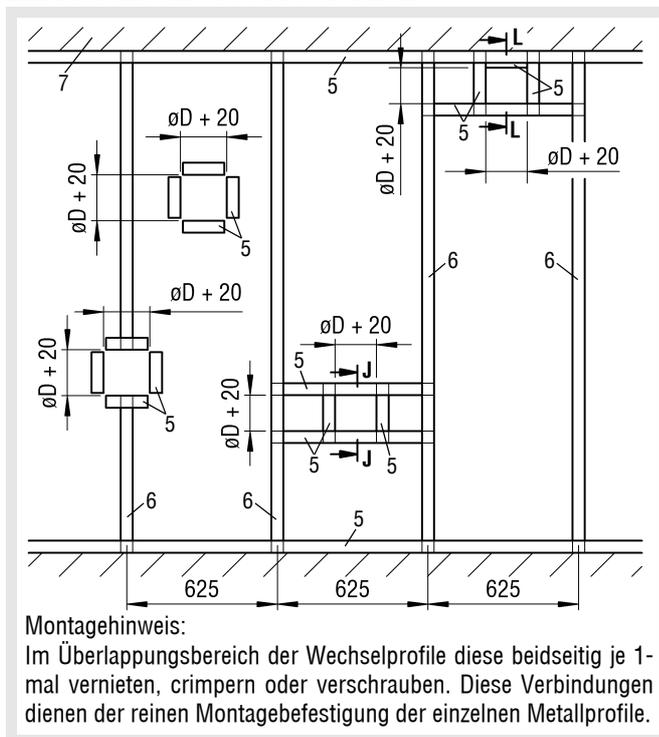

Abbildung 36: Metallständerwerk mit erforderlichen Auswechslungen für BSK-RPR mit Anbaurahmen AR (Trockeneinbau)
- Metallständerwerk und Wand gemäß den Angaben des Wandherstellers herstellen und Auswechslungen entsprechend der Abbildung 36 vorsehen.